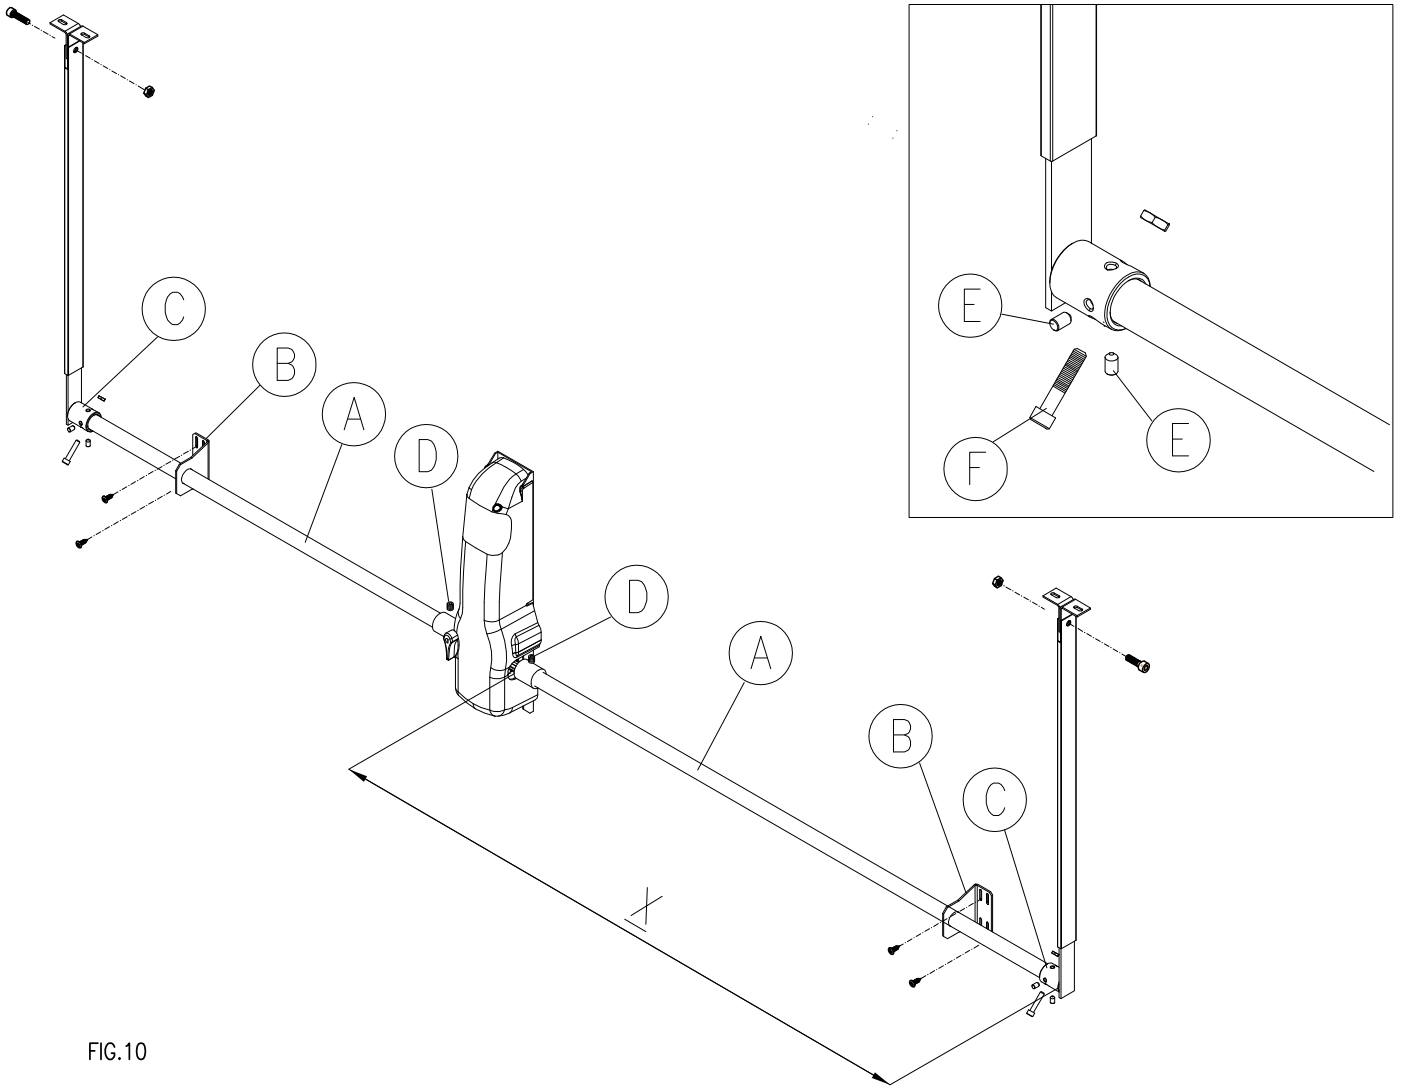

FIG.10
Gli alberi di trasmissione (A) – Fig.10 vengono forniti a misure fisse di cm 20, 150 e 200 e vanno pertanto tagliati e adattati alle misure del basculante. Assicurarsi che il basculante sia perfettamente chiuso. Tagliare gli alberi a misura (X), affinché siano completamente dentro alle bussole del particolare (C). Inserire i supporti (B) sugli alberi (A), quindi accoppiare gli alberi di trasmissione con i giunti scanalati del motoriduttore e chiudere con i rispettivi grani (D). Verificare, con l'ausilio di una bolla, che gli alberi siano perfettamente orizzontali.
Les arbres de transmission (A) – Fig. 10 sont fournis avec des mesures fixes de 10, 150 et 200 cm et sont donc coupés et adaptés aux dimensions de la porte basculante. Contrôler que la porte basculante est parfaitement fermée. Couper les arbres à la bonne taille (X), afin qu'ils soient complètement à l'intérieur des douilles de la pièce (C). Introduire les supports (B) sur les arbres (A), puis accoupler les arbres de transmission avec les joints rainurés de l'opérateur et fermer avec les goujons respectifs (D). Contrôler, avec un niveau à bulle, que les arbres sont parfaitement horizontaux.
Los árboles de transmisión (A) – Fig. 10 se entregan en medidas fijas de 20, 150 y 200 cm y, por lo tanto, deben ser cortados y adaptados a las medidas de la puerta basculante. Asegúrese de que la puerta basculante esté bien cerrada. Corte los árboles a medida (X) de manera que queden completamente dentro de los casquillos de la pieza (C). Inserte los soportes (B) en los árboles (A), acople los árboles de transmisión con los acoplamientos acanalados del motorreductor y cierre con los pasadores respectivos (D). Controle con un nivel de burbuja que los árboles estén perfectamente en posición horizontal.
The transmission shafts (A) – Fig.10 are supplied in fixed lengths of 20, 150 and 200 cm and must therefore be cut and adapted to the measurements of the up-and-over gate. Ensure that the gate is perfectly closed. Cut the shafts to size (X), so that they are completely inside the bushes of part (C). Insert the supports (B) onto the shafts (A), then connect the transmission shafts with the grooved joints of the gearmotor and close using the grub screws (D) provided. Use a spirit level to check that the shafts are perfectly horizontal.
Die Antriebswellen (A) – Abb.10 werden mit festen Maßen - 20, 150 und 200 cm geliefert – und müssen somit geschnitten und auf die Maße des Kipptors angepasst werden. Sicherstellen, dass das Kipptor gut geschlossen ist. Die Wellen auf Maß schneiden (X), damit sie sich ganz in den Buchsen des Teils (C) befinden. Die Halterungen (B) in die Wellen (A) einführen, dann die Antriebswellen mit den Keilkupplungen des Antriebs verbinden und mit den jeweiligen Stiftschrauben schließen (D). Mithilfe einer Wasserwaage prüfen, ob die Wellen perfekt horizontal sind.
De drijfassen (A) – afb.10 worden in de vaste maten van 20, 150 en 200cm geleverd en dienen dus voor de kanteldeur op maat te worden gezaagd. Vergewis u ervan dat de kanteldeur helemaal dicht is. Zaag de assen zo op maat (X), dat zij zich volledig binnen de bussen van deel (C) bevinden. Breng de steunen (B) op de assen (A) aan, koppel daarna de drijfassen met de gegroefde koppelingen van de reductiemotor en sluit met de bijbehorende borgnokken (D). Controleer met een waterpas of de assen volledig horizontaal lopen.